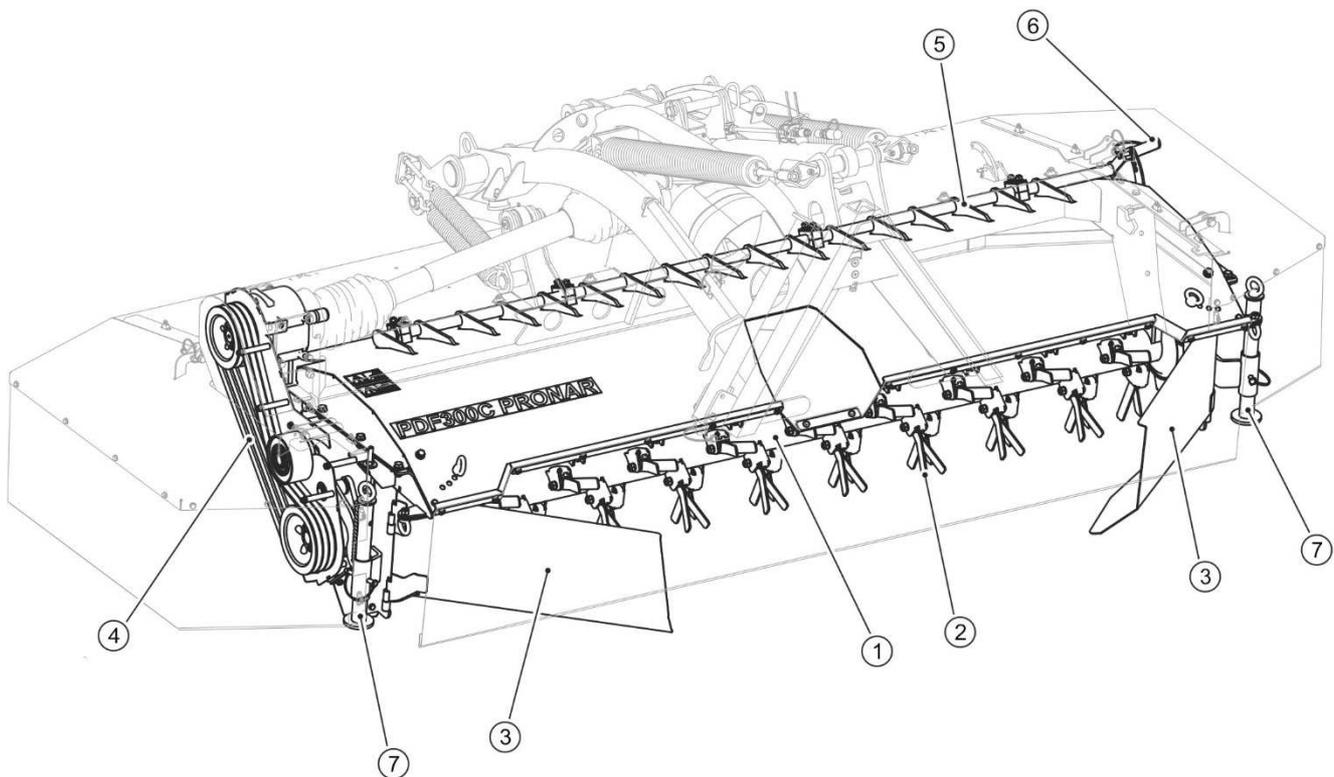

РИСУНОК 3.6 Устройство вспушивающего аппарата
- Поднять опору (4) вверх, переложить шкворень (9) в отверстие (10) и заблокировать чекой,
- Поднять опору (7) (РИСУНОК 3.6) вспушивающего аппарата (PDF300C) и заблокировать чекой,
- Отрегулировать косилку до рабочего положения, используя для этого верхнюю тягу (3). Длина тяги должна быть подобрана таким образом, чтобы трехточечная система навески оставалась в горизонтальном положении, а расстояние от земли до оси нижнего крепления шкворня в системе навески составило ок. 700 мм,